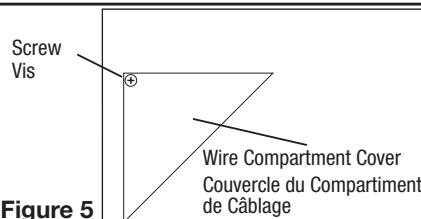

Figure 5
- 1a. External Wire Compartment: Remove the wire compartment cover screw and place cover in a secure place (**Figure 5**).
1a. Compartiment de Câblage Extérieur : Enlever la vis du couvercle du compartiment à câblage et mettre ce couvercle dans un endroit fiable (**Figure 5**).